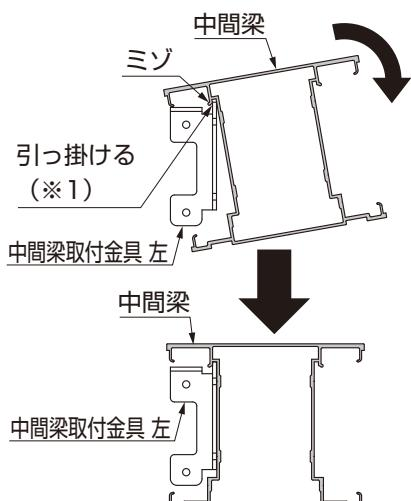

図12-3 中間梁の取付け
- ②中間梁を中間梁取付金具に引っ掛け(※1)ください。(図12-3参照)